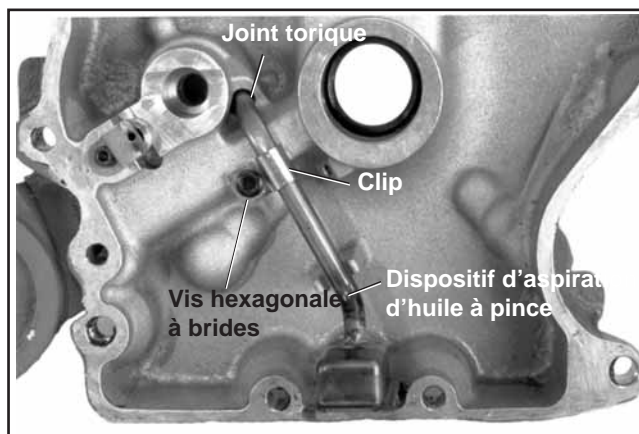

Figure 11-18. Installer les composants du dispositif d'aspiration d'huile.
1. Installer le dispositif d'aspiration d'huile, le joint torique, le clip et la vis hexagonale à brides. Voir la figure 11-18.